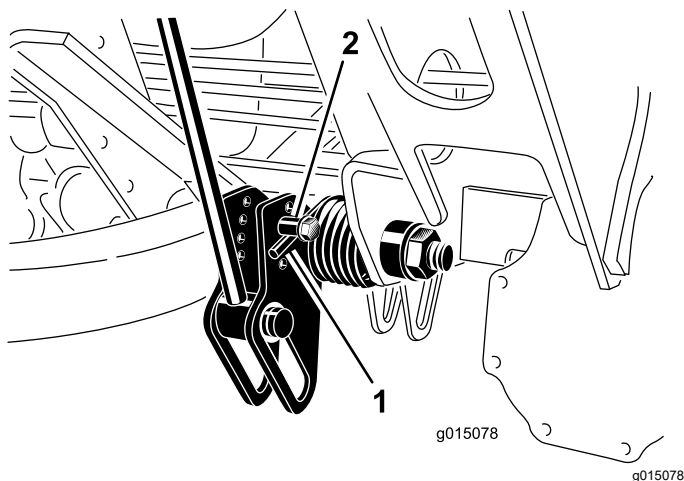

Figura 60
2. Coloque un tubo u otro objeto similar sobre el extremo largo del muelle para aliviar la tensión durante el ajuste (Figura 60).
3. Para aliviar la tensión del muelle, retire el perno y la contratuerca que sujetan el actuador del muelle al soporte (Figura 60).